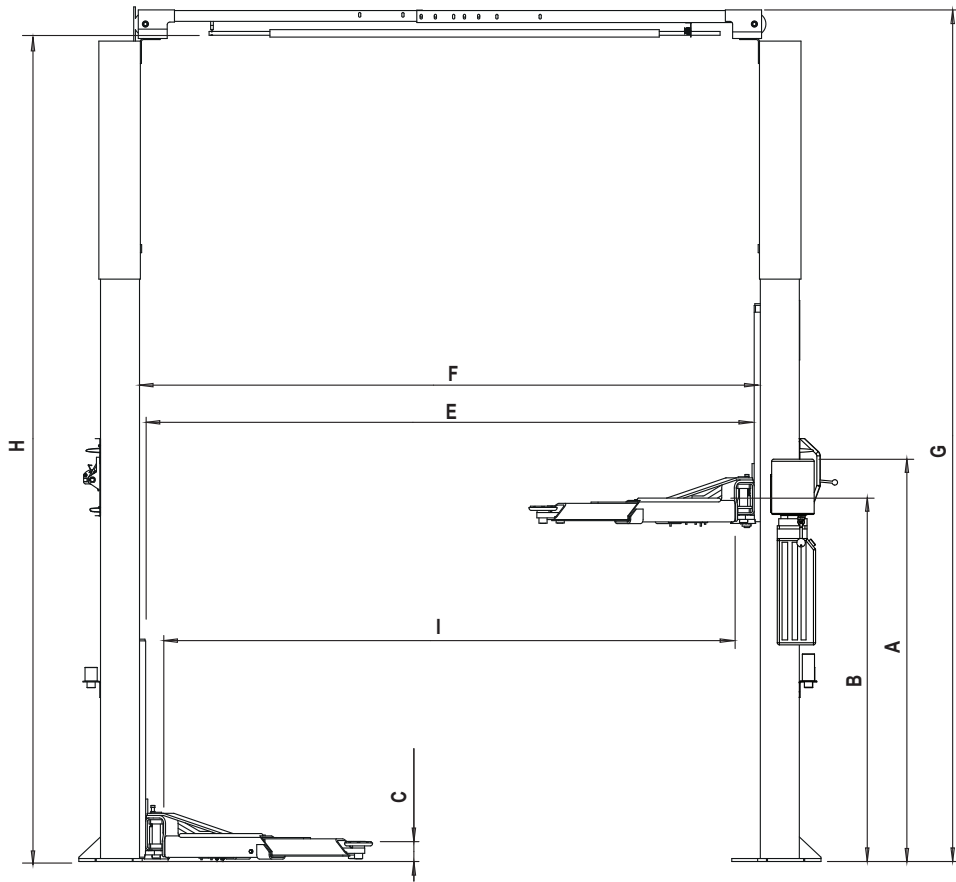
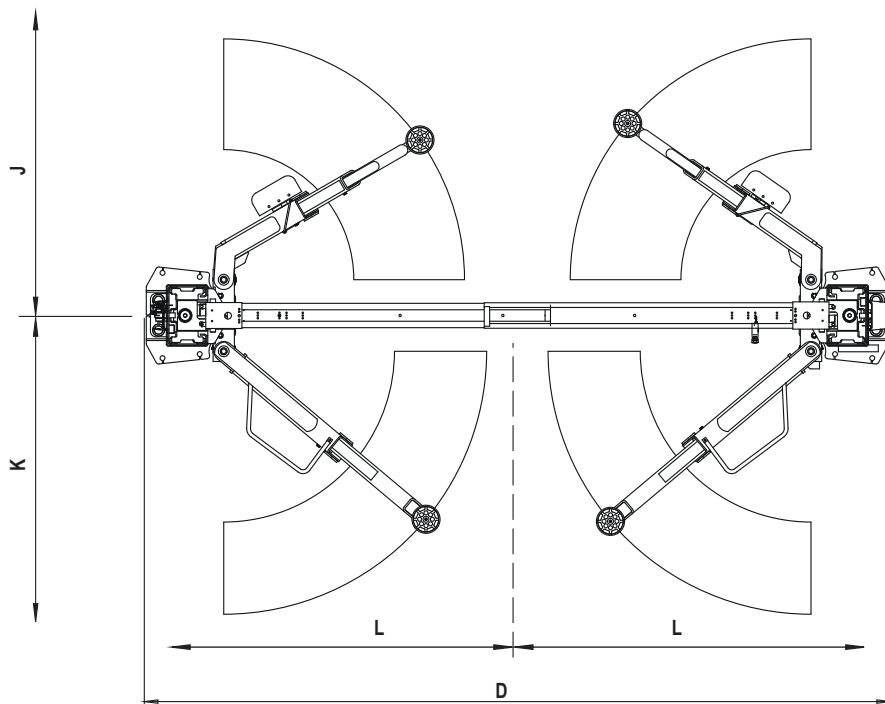

Fig. 2a
Fig. 2b
1. **Ubicación del elevador:** Utilizar el plano de los arquitectos cuando esté disponible para ubicar el elevador. La fig. 2a y la fig. 2b muestran las dimensiones de un diagrama de distribución típico de área de carga.